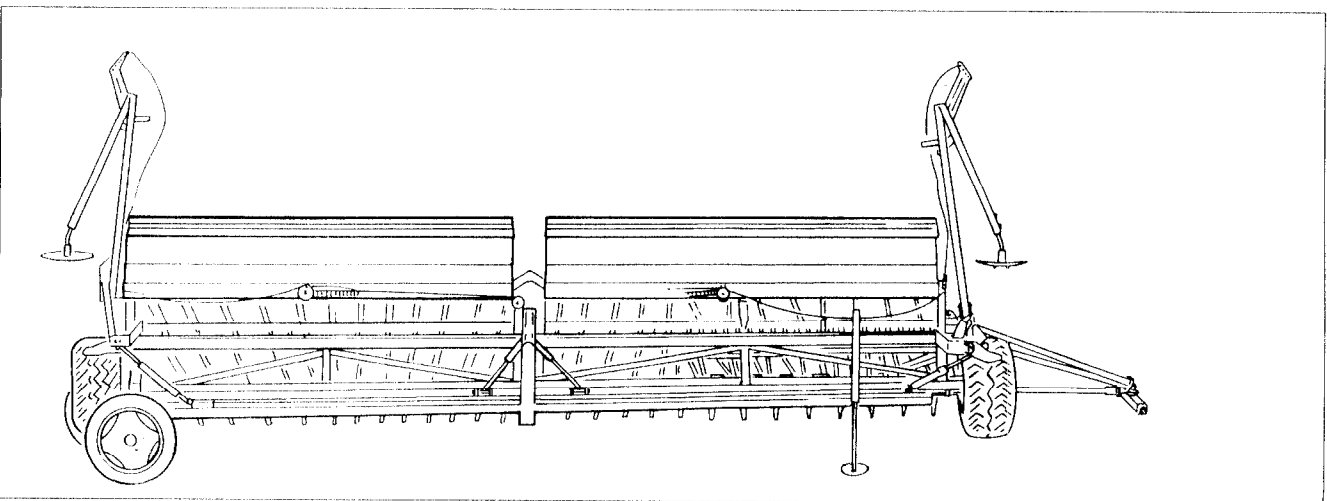

Fig. 20.14
- Sämaschine (siehe Fig. 20.14) auf beiden Transporträdern und dem Stützfuß abstellen und vom Schlepper abkuppeln.